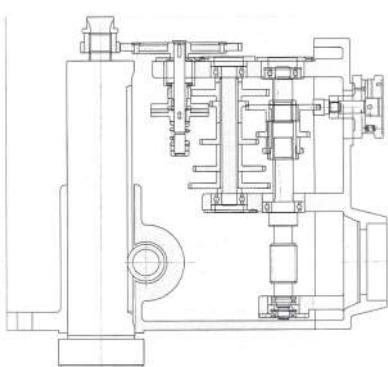

Рисунок 12
11.3 Чертеж механизма подачи (рис. 12)